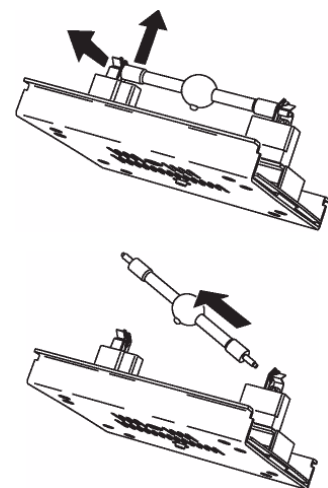

图4：拆卸灯泡
2. 参见图4。松开位于后部面板1/4转螺丝, 如图中箭头标示。将灯泡的一端尽量向上提。